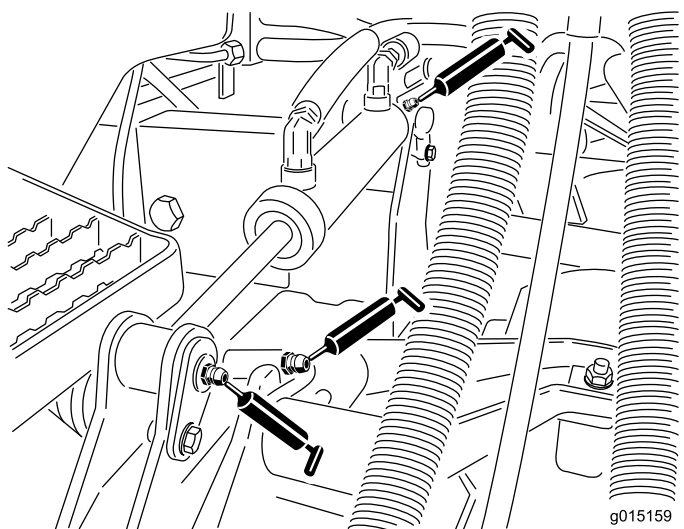

Рисунок 49
- Втулки подъемных рычагов (по 1 шт. на режущий блок) (Рисунок 49)
- Втулки подъемных цилиндров (по 2 шт. на режущий блок) (Рисунок 49)